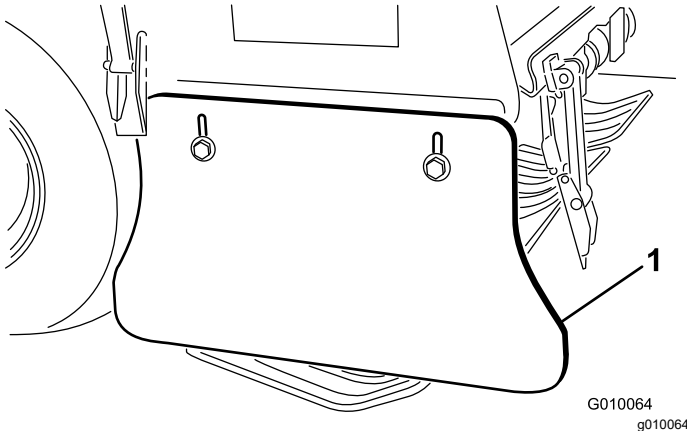

Figura 172
2. Afloje los tornillos de caperuza y las contratuerca con arandela prensada que fijan el protector lateral al bastidor del cabezal de perforación (Figura 172).